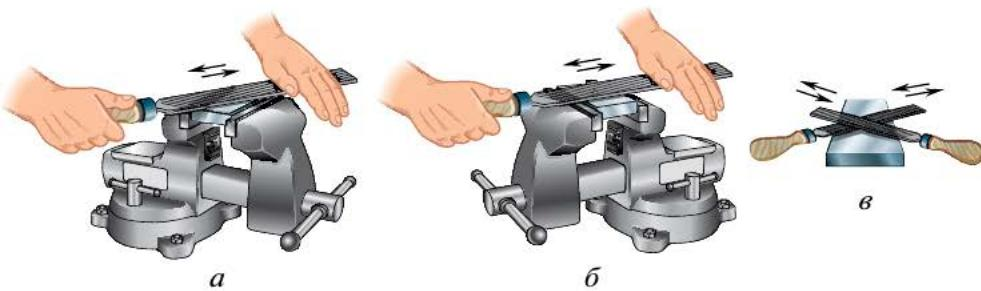

Рис. 5.40. Опиливание широких поверхностей: а — продольным штрихом; б — поперечным штрихом; в — перекрёстным штрихом
1. Опиливание продольным штрихом (рис. 5.40, а):
2. Опиливание поперечным штрихом (рис. 5.40, б):
3. Опиливание перекрёстным штрихом (рис. 5.40, в):